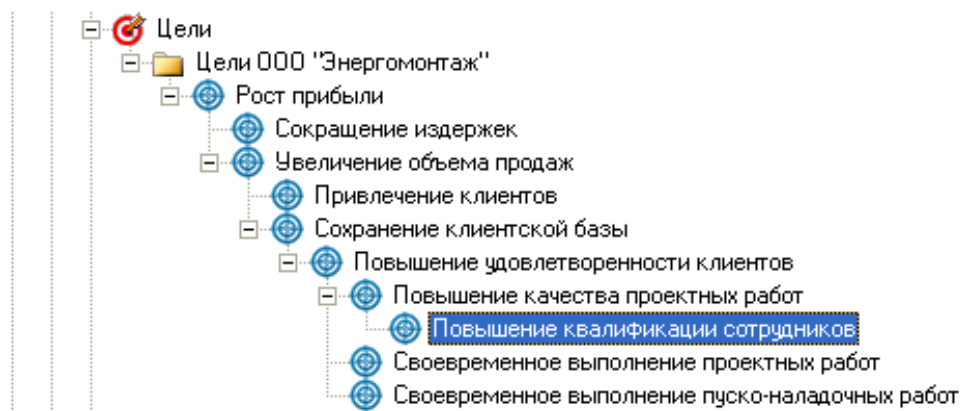

Рисунок 11 – Иерархический справочник дерева целей организации в навигаторе Business Studio 3.5
**Задание 2.** Продолжите формирование иерархического справочника дерева целей организации (рисунок 11).